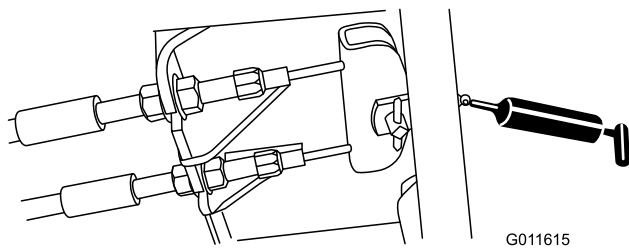

Figura 53
- Pedal do travão (1) (Figura 53)